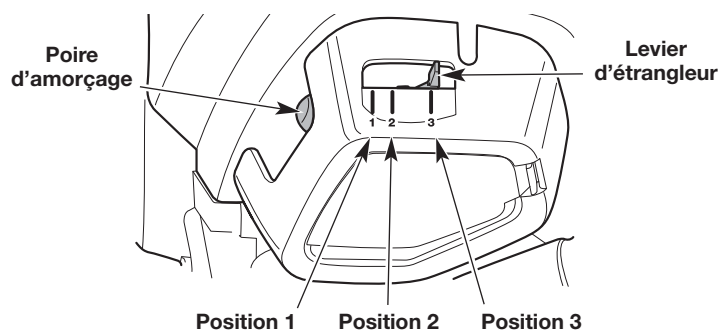

Fig. 13
3. Appuyez lentement et relâchez la poire d'amorçage à **10 reprises** (Fig. 13).
4. Déplacez le levier d'étrangleur en **Position 1** (Fig. 13).
7. Continuez à appuyer sur le verrouillage de la manette des gaz et maintenir la manette des gaz. Déplacez le levier d'étrangleur en **Position 2** (Fig. 13).
10. Continuez à appuyer sur le verrouillage de la manette des gaz et maintenir la manette des gaz. Déplacez le levier d'étrangleur à la **Position 3** (Fig. 13) et laissez le moteur chauffer pendant 60 secondes supplémentaires. L'appareil peut être utilisé pendant ce laps de temps.